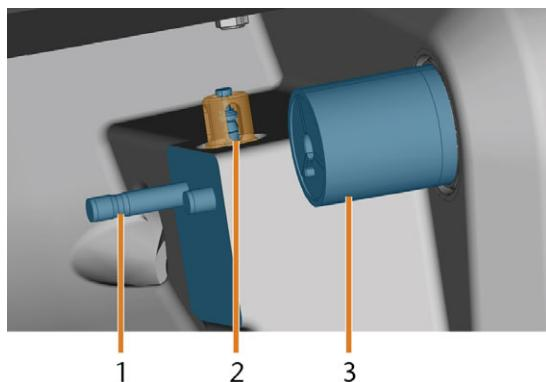

FIG. 67 PORTA-UTENSILI DI FRESATURA, CHIAVE DI MISURAZIONE, PORTABLOCCO (IN BLU)
4. Pulire il tasto di misurazione con il pennello inumidito (Fig. 67 alla pagina successiva):